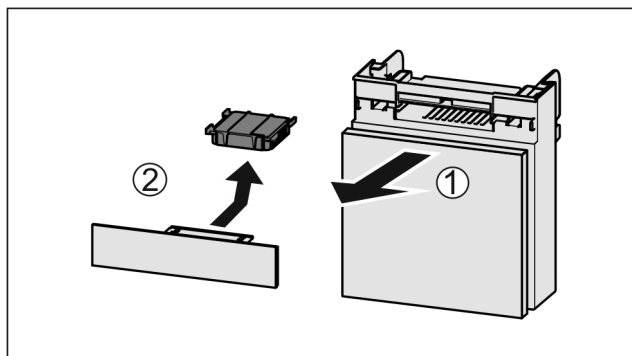

Fig. 75
- ▶ Extraire le compartiment par l'avant Fig. 75 (1).
- ▶ Sortir le filtre à charbon actif Fig. 75 (2).